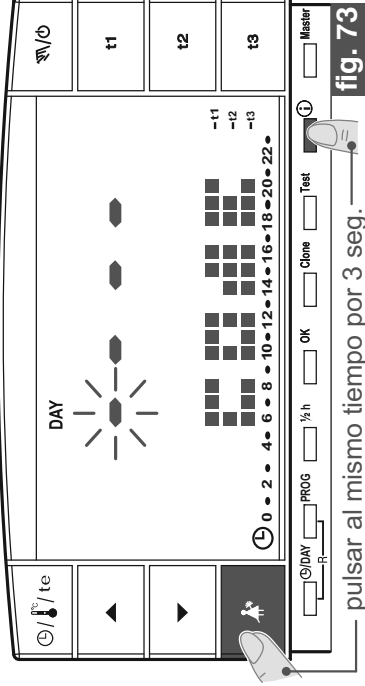

fig. 73
- Para registrar una contraseña presionar (por 3 seg.) las teclas  y . En la pantalla aparecerá el mensaje **Code** y el primer guión a la izquierda parpadeará (fig. 73).
- Si la contraseña está activada y se intenta activar una de las funciones protegidas, en la pantalla aparecerá el mensaje **CoDe** y el primer guión de la izquierda parpadeará (fig. 73).
- Desde el normal funcionamiento del cronotermostato presionar (por 3 seg.) las teclas **★** y **ⓘ**. En la pantalla aparecerá el mensaje **CoDe** y el primer guión a la izquierda parpadeará (fig. 73).